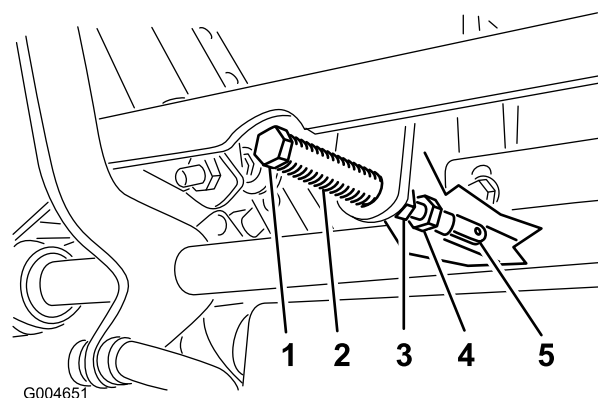

Figura 59
5. Tirate indietro la leva finché il cavallotto con testa (sul braccio sottostante l'albero di articolazione) non tocca l'estremità della scanalatura (inizia a premere sulla molla) (Figura 59).
7. Se occorre regolare, allentate il dado e il controdado contro la forcella (Figura 59).
8. Premete leggermente indietro la leva di comando del movimento e girate la testa del bullone di regolazione nella direzione opportuna finché la leva di comando non si trova al centro, in posizione di bloccaggio in folle (Figura 59).
9. Serrate il dado e il controdado (Figura 59).
10. Serrate i controdadi dei giunti a sfera (Figura 59).